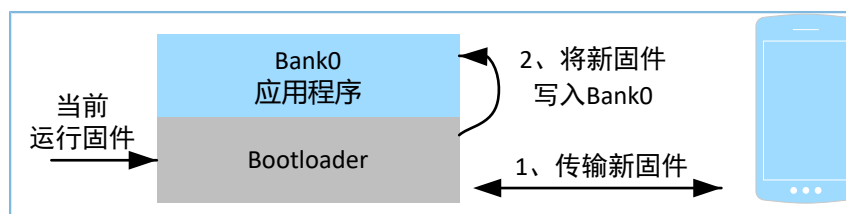

图 1-3 非后台单区升级模式示意图
- 非后台单区升级模式的升级示意图如图 1-3所示。由Bootloader端固件接收手机APP下发的固件，在接收固件的同时直接将新固件写入Bank0，当写入固件完毕后，对Bank0区域的固件进行校验，当校验通过后跳转至Bank0应用程序运行。